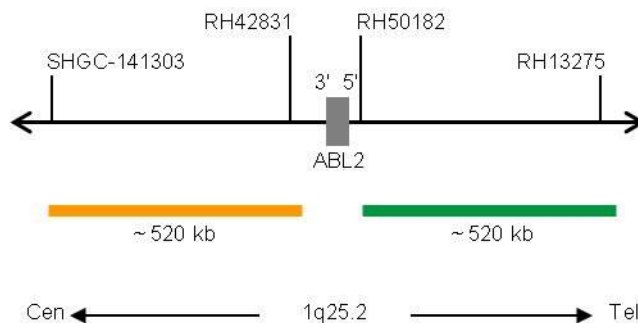

Fig. 1: SPEC ABL2 Mapa de la sonda (no está a escala)
- Polinucleótidos marcados en verde (excitación a 503 nm/emisión a 528 nm) ZyGreen (~10,0 ng/μl), dirigidos a secuencias localizadas en 1q25.2* (chr1:179,141,608-179,659,091) distales a la región del punto de ruptura de ABL2 (ver Fig. 1).
- Polinucleótidos marcados en naranja (excitación a 547 nm/emisión a 572 nm) ZyOrange (~4,5 ng/μl), dirigidos a secuencias localizadas en 1q25.2* (chr1:178,496,704-179,015,312) proximales a la región del punto de ruptura de ABL2 (ver Fig. 1).